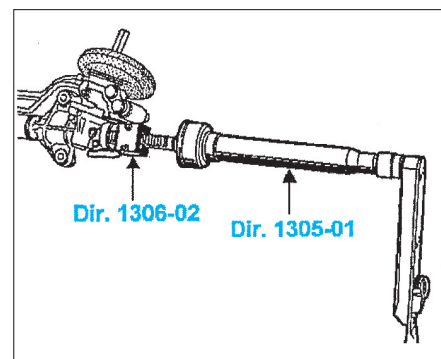

FIG. 7
- Mettre en place l'outil (Dir. 1306-02) sur la denture du barreau, côté valve (fig. 7).